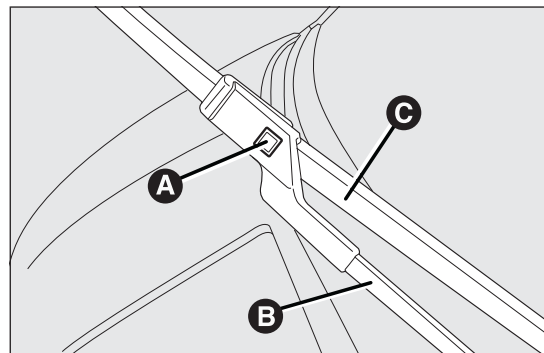

РИС. 158
- поднять рычаг А РИС. 158 стеклоочистителя и поставить щетку под прямым углом к рычагу;
- нажать кнопку А и извлечь из рычага В РИС. 158 щетку С РИС. 158;